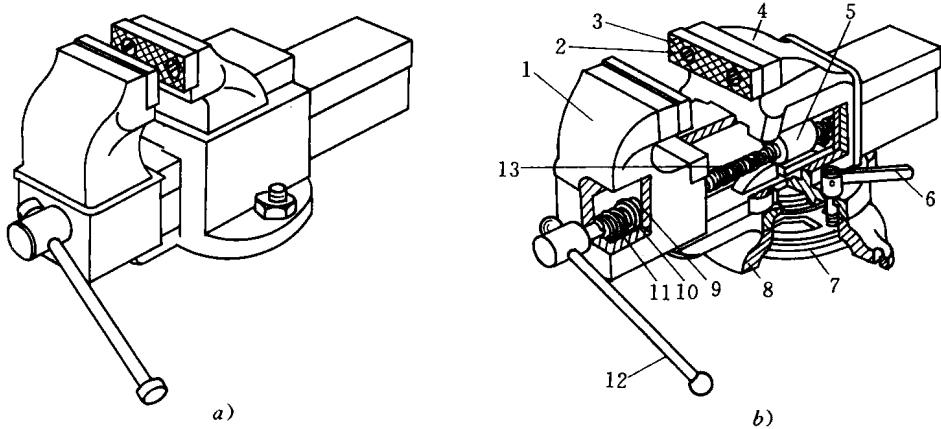

图 1.1 台虎钳
(1) 台虎钳(图 1.1) 它是用来夹持工件的通用夹具，有固定式和回转式两种结构类型。图 1.1b 为回转式台虎钳，其构造和工作原理如下：